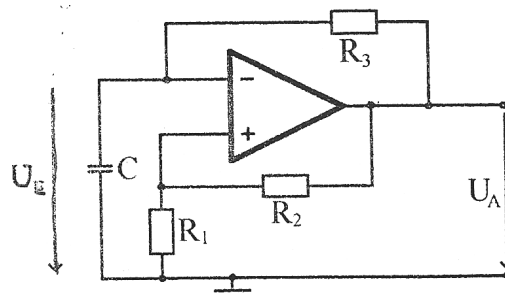

Abbildung 15: Schaltung des astabilen Multivibrators (Rechteckgenerator)
Eine Abänderung des Schmitt-Triggers aus Abb. 14a stellt der Multivibrator in Abb. 15 dar. An den Eingang des Schmitt-Triggers wird eine zeitabhängige Kondensatorspannung geschaltet.
- **Multivibrator** (Abb. 15)